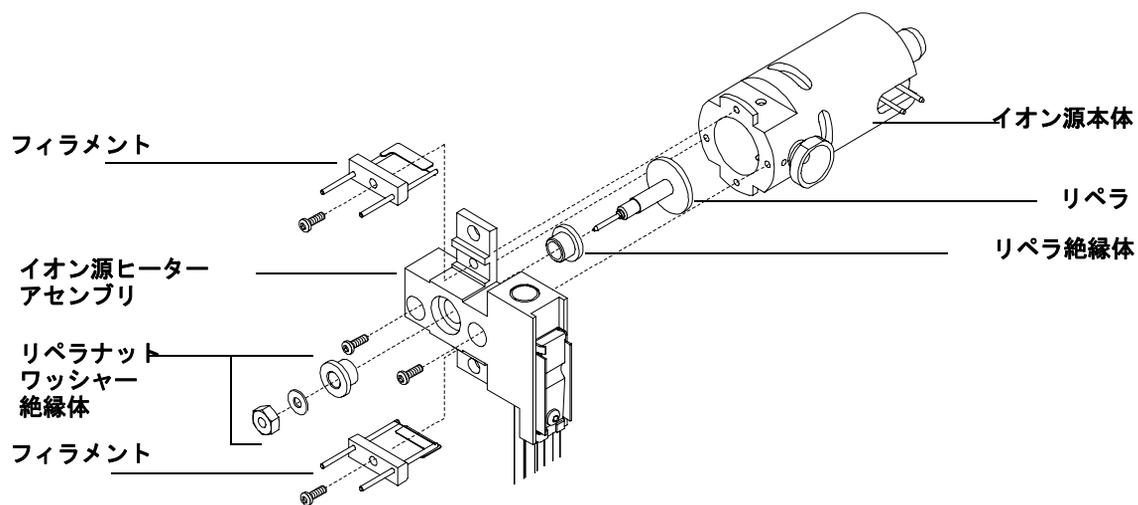

図 40 ヒーターとセンサーの交換
- 5 リペラアセンブリを外します (図 40)。リペラアセンブリには、イオン源ヒーターアセンブリ、リペラ、関連部品が含まれます。
- 2 リペラ、リペラ絶縁体、ワッシャー、リペラナットを再び取り付けます (図 40)。できあがったアセンブリは、リペラアセンブリと呼ばれます。